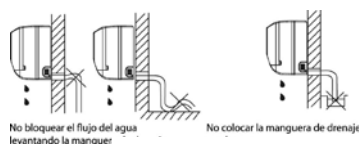

ilustración 34
3.1. Coloque la manguera de drenaje con pendiente hacia abajo. No instalar la manguera de drenaje según lo ilustrado en la Ilustración 34.